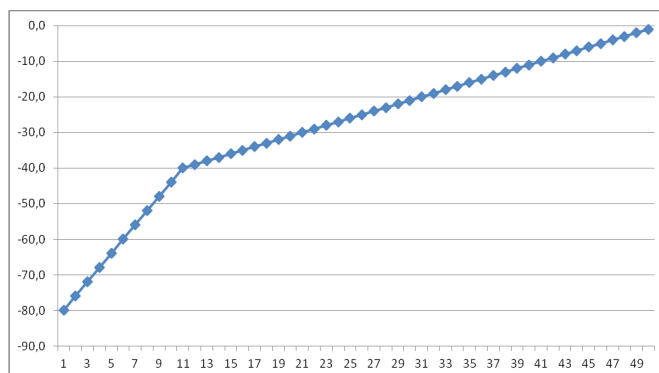

fig. 1
1. Courbe #1 - Cette courbe est adaptée aux baffles avec une efficacité normale (fig. 1) (réglage en usine)